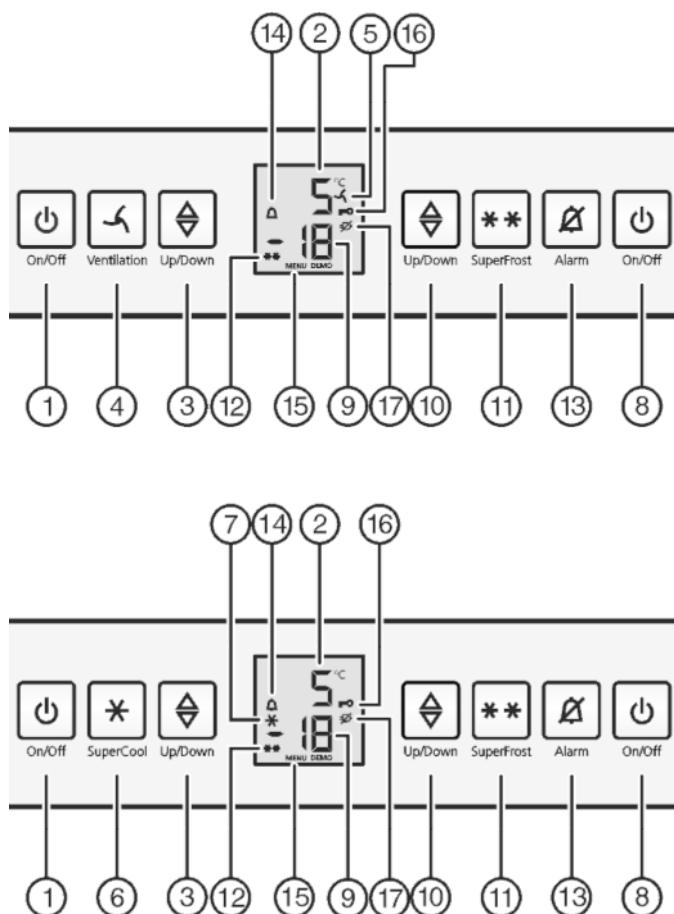

Fig. 2
- Нажмите кнопку On/Off морозильного отделения Fig. 2 (8).
- Нажмите кнопку On/Off холодильного отделения Fig. 2 (1).
- Активация режима настройки: Нажмите кнопку SuperFrost Fig. 2 (11) и удерживайте ее прим. 5 секунд.
- ▷ На индикаторе будет отображаться символ «Меню» *Fig. 2 (15)*.
- ▶ Для подтверждения нажать и отпустить кнопку «SuperFrost» *Fig. 2 (11)*.
- ▷ На индикаторе горит символ «Защита от детей» *Fig. 2 (16)*.
- ▶ Нажмите и сразу отпустите кнопку On/Off морозильного отделения *Fig. 2 (8)*.
- ▶ Активация режима настройки: Нажмите кнопку SuperFrost *Fig. 2 (11)* и удерживайте ее прим. 5 секунд.
- ▷ Символ «Защита от детей» *Fig. 2 (16)* гаснет.
Одновременно мигает индикация температуры и символ тревоги *Fig. 2 (14)*.
Звуковой сигнал выключается автоматически, символ аварийного сигнала *Fig. 2 (14)* выключается и индикатор температуры перестает мигать, если температура снова становится достаточно низкой.
- ▶ Нажмите кнопку Alarm *Fig. 2 (13)*.